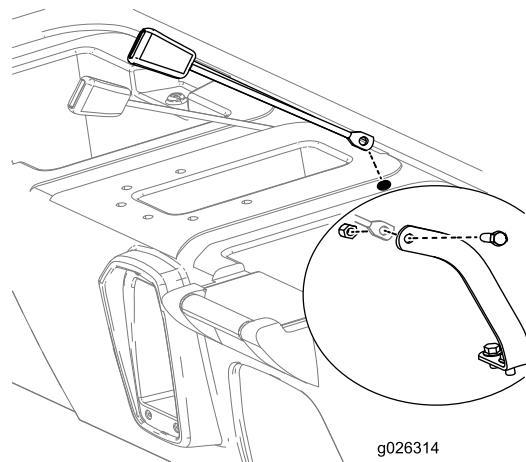

図 11
7. 各シートベルトロック・アセンブリの受け側を、座席ベースに開けた穴の一つに通す 図11。
8. 座席ベースの後部を持ち上げておいて、そこから各シートベルトアセンブリの受け側を、アンカーに固定するボルト7/16インチとロックナット7/16インチを使い、図11のように取り付ける。